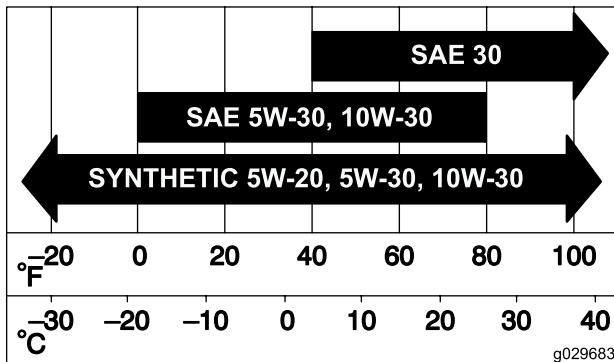

Рисунок 39
2. Осторожно вставьте фильтр в корпус воздухоочистителя (Рисунок 39).
- Установите крышку воздухоочистителя и закрепите ее защелками (Рисунок 39).